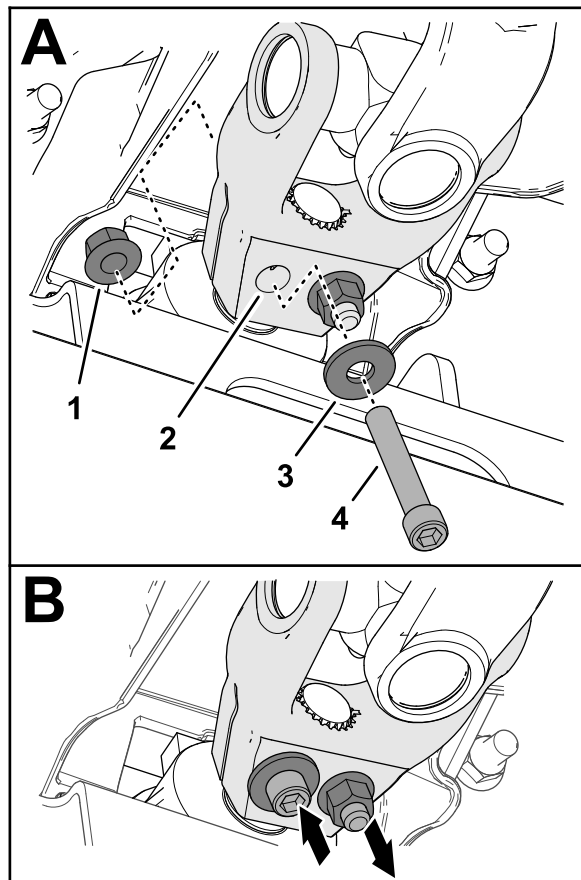

**Figura 16**
4. Alinee las estrías de la horquilla del árbol de transmisión con las del eje primario del accesorio (**Figura 16**), y coloque la horquilla sobre el eje.